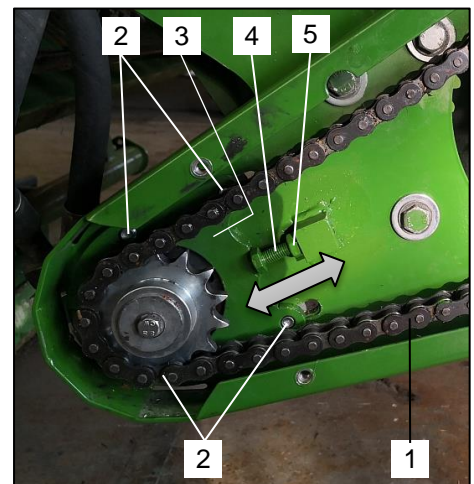

Bild 60: Spannplatte mit Einstellschraube
Zum Nachspannen der Rollenketten (Bild 60 / Pos.1) muss wie folgt vorgegangen werden:
- Lösen Sie die 4 Befestigungsschrauben (Bild 60 / Pos.2).
- Spannen Sie die Rollenkette durch verschieben der Spannplatte (Bild 60 / Pos.3). Drehen Sie dazu die Einstellschraube (Bild 60 / Pos.4) heraus.
- Sichern Sie die Einstellschraube (Bild 60 / Pos.4) durch Festziehen der Kontermutter (Bild 60 / Pos.5).
- Ziehen Sie die 4 Befestigungsschrauben (Bild 60 / Pos.2) wieder fest an.